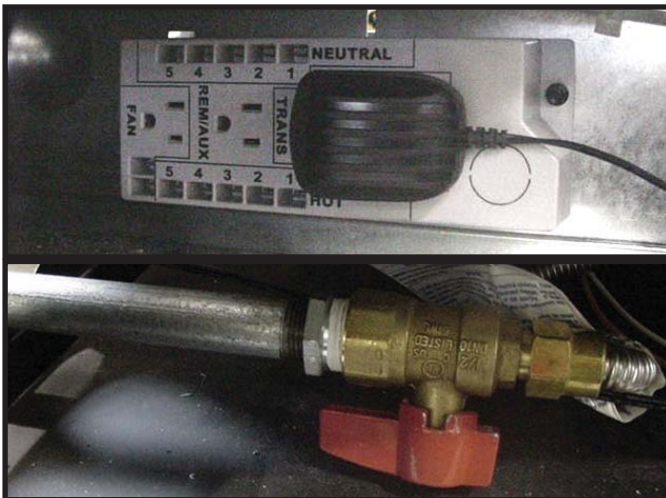

Figure 13.1 Préparation à l'installation de l'écran anti-éclaboussures
Étape 1. Fermer le robinet de gaz. Le bouton rouge de fermeture du gaz est placé sur le clapet à bille. Déconnecter le transformateur de 3 V de la boîte de connexion. Voir Figure 13.1.